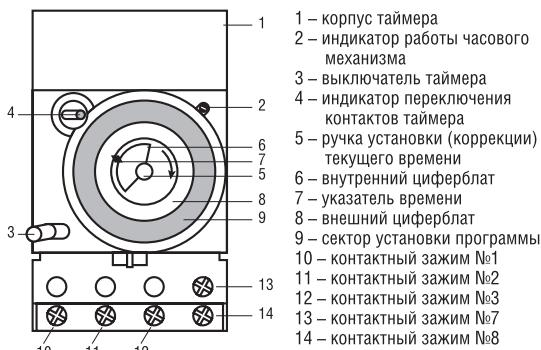

Рис. 2
Чертеж таймера с указанием деталей представлен на Рис. 2. Корпус таймера (1) выполнен из ударопрочного пластика. Таймер оснащен индикатором работы часовом механизма (2). После подключения питания по движению индикатора можно определить работоспособность таймера. Для переключения режима работы с автоматического (согласно установленной программе) на ручной (постоянное включение) необходимо передвинуть переключатель таймера (3). Индикатор (4) показывает, в каком режиме работает таймер. Для настройки текущего времени необходимо крутить ручку (5) по часовой стрелке. Таймер выполнен с 2-мя циферблатами – внутренним и внешним. На внутреннем циферблате (6) расположен указатель текущего времени (7). Внутренний циферблат (6) разделен на 12 секторов с интервалом по 5 минут, что соответствует одному часу и вращается со скоростью один оборот в час. Внешний
Подключить таймер к источнику питания согласно Рис. 3 и проверить работоспособность таймера по индикатору (2) Рис. 2 – он должен вращаться. Нагрузка подключается согласно Рис. 3 (зажим 1 – замыкающий контакт; зажим 2 – общий контакт; зажим 3 – размыкающий контакт).